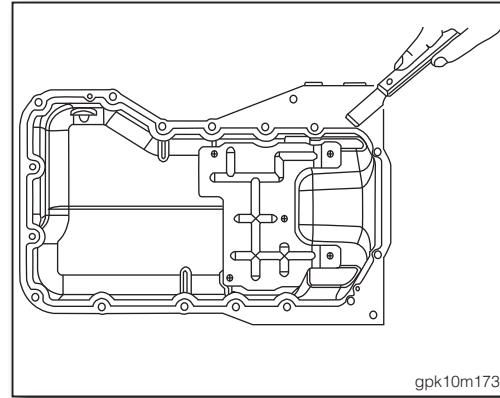

图3
4. 将油底壳与下曲轴箱分离后，使用刮刀将下曲轴箱与油底壳上的密封胶刮除干净（如图3）。